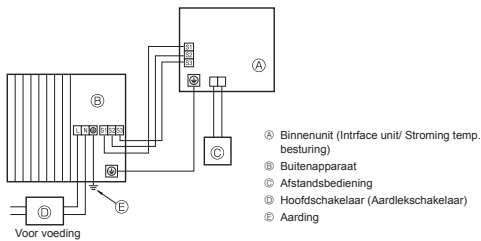
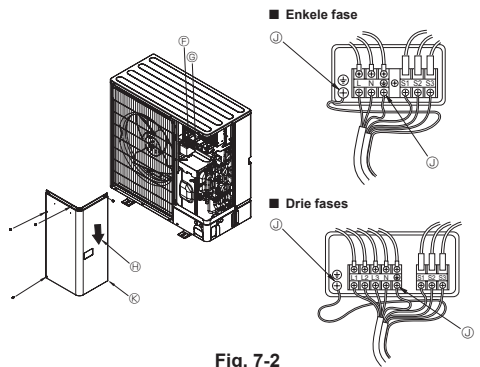

Fig. 7-1
Fig. 7-2
7.1. Buitenapparaat (Fig. 7-1, Fig. 7-2)
- ① Verwijder het onderhoudspaneel.
- ② Sluit de kabels aan aan de hand van Fig. 7-1 en 7-2.